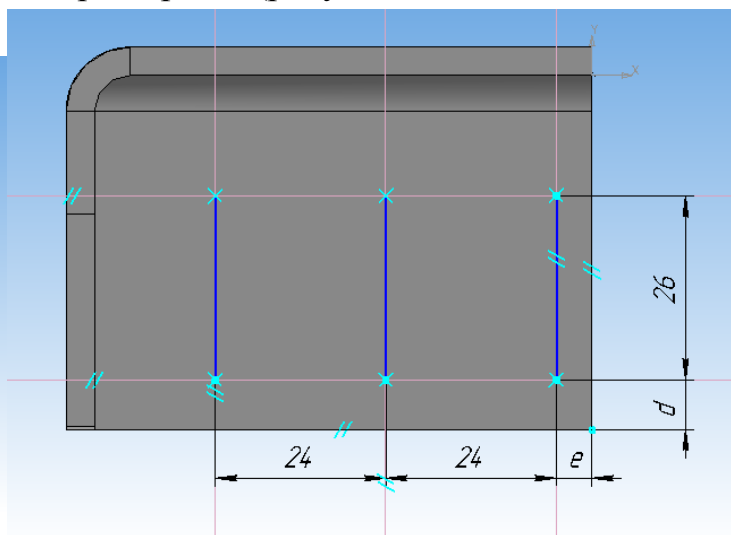

Рисунок 76.
2. По размерам выполнить три отрезка (рисунок 76).